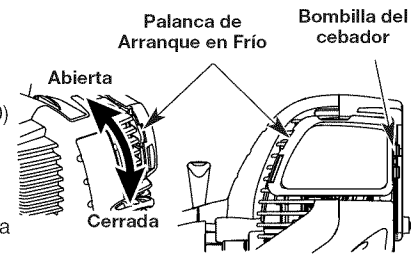

Fig. 10
SI ESTÁ FRÍO... Para funcionamiento en tiempo de frío (por debajo de 40°F), gire la palanca de arranque para tiempo frío (Fig. 10) hacia abajo hasta la posición de arranque/ cerrada y continúe al paso 3. NO gire esta palanca hacia abajo si la temperatura está por encima de 40°F.
3. Oprima completamente y libere la pera del cebador 10 veces, lentamente. Deberá verse alguna cantidad de combustible en la pera del cebador (Fig. 10). Si no puede ver combustible en la pera, oprima y suelte la pera tantas veces como sea necesario hasta que vea combustible en la misma.